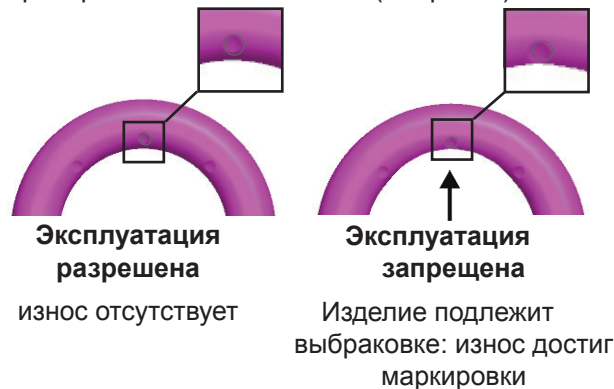

Рис. 1: Маркировка износа
- Внимательно проверяйте маркировку износа приварной такелажной точки (см. рис. 1):